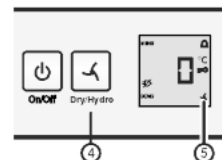

Fig. 3
- ▶ Setarea opțiunii **hydro**: Apăsați tasta dry/hydro Fig. 3 (4), până când este afișat simbolul . Eliberați tasta.
- ▷ Simbolul dry/hydro Fig. 3 (5) luminează.
- ▶ Setarea opțiunii **dry**: Apăsați tasta dry/hydro Fig. 3 (4), până când simbolul  dispăre. Eliberați tasta.